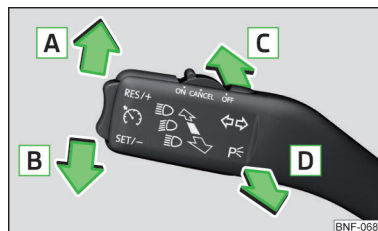

Fig. 41
Posiciones de la palanca de mando » fig. 41
- Colocar la palanca de mando en posición **A** y/o **B** hasta el tope » fig. 41 de la pág. 49.